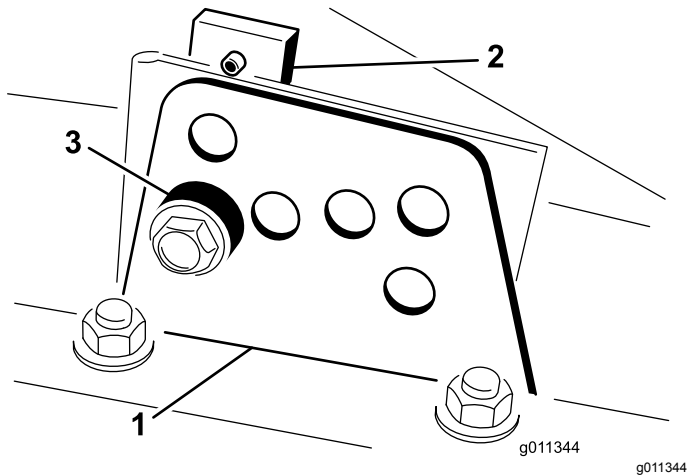

Bild 4
2. Lockern Sie die Schraube, mit denen die Schnitthöhenhalterungen an der Schnitthöhenplatte (vorne und an beiden Seiten) befestigt sind (Bild 4).
4. Entfernen Sie das Distanzstück, während Sie gleichzeitig die Kammer abstützen (Bild 4).